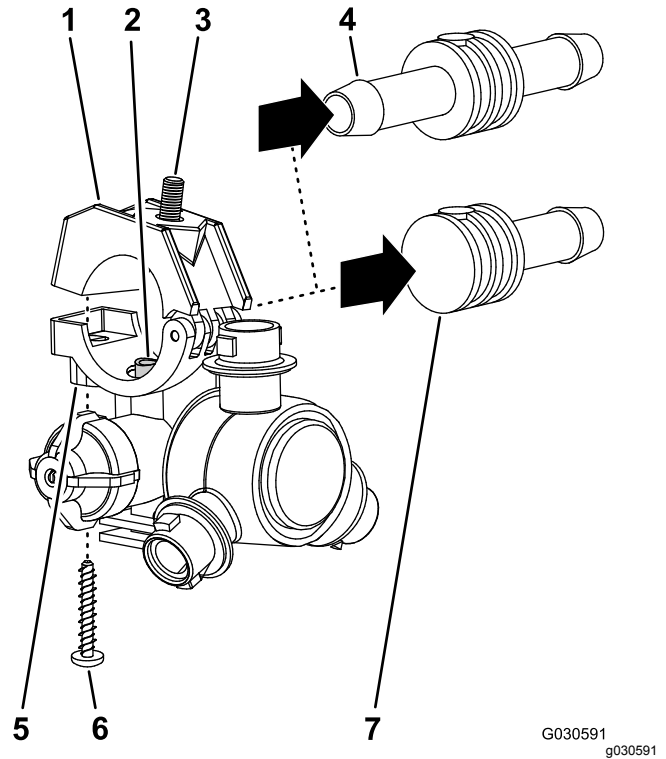

图 119
- 使用在拆卸喷嘴(页码 32)中步骤 1 卸下的 3 个喷嘴拧下将上夹具上半部分和双或单宝塔软管柄 $\frac{3}{4}$ 英寸固定至各个喷嘴主体的不锈钢螺丝#12 x $\frac{1}{4}$ 英寸然后卸下宝塔软管柄图 119。